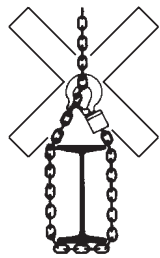

Fig. 6
- La catena di carico non deve essere utilizzata come imbragatura (Fig. 6);